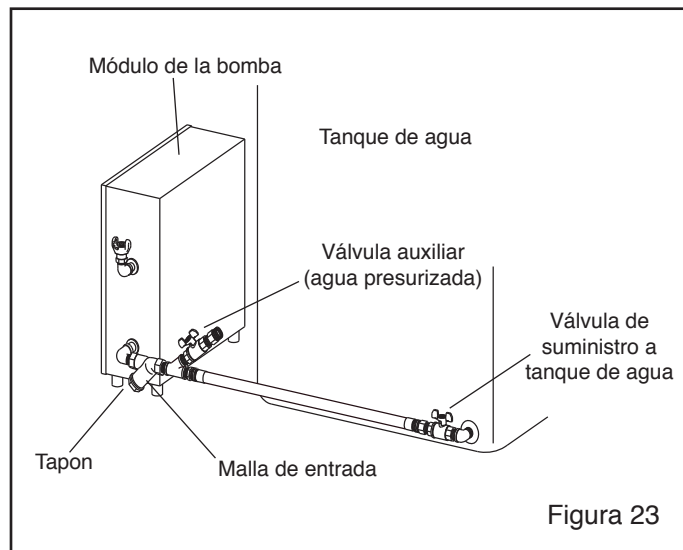

Figura 23
6.6.1 El agua se congela y expande a 32o F. Cuando apague la máquina asegúrese de drenar el tanque de agua; refiérase a la Figura 23 y abra el suministro de agua al tanque y la llave auxiliar para permitir la expansión. Drene toda el agua del módulo de la bomba retirando el tapón en la malla de entrada.